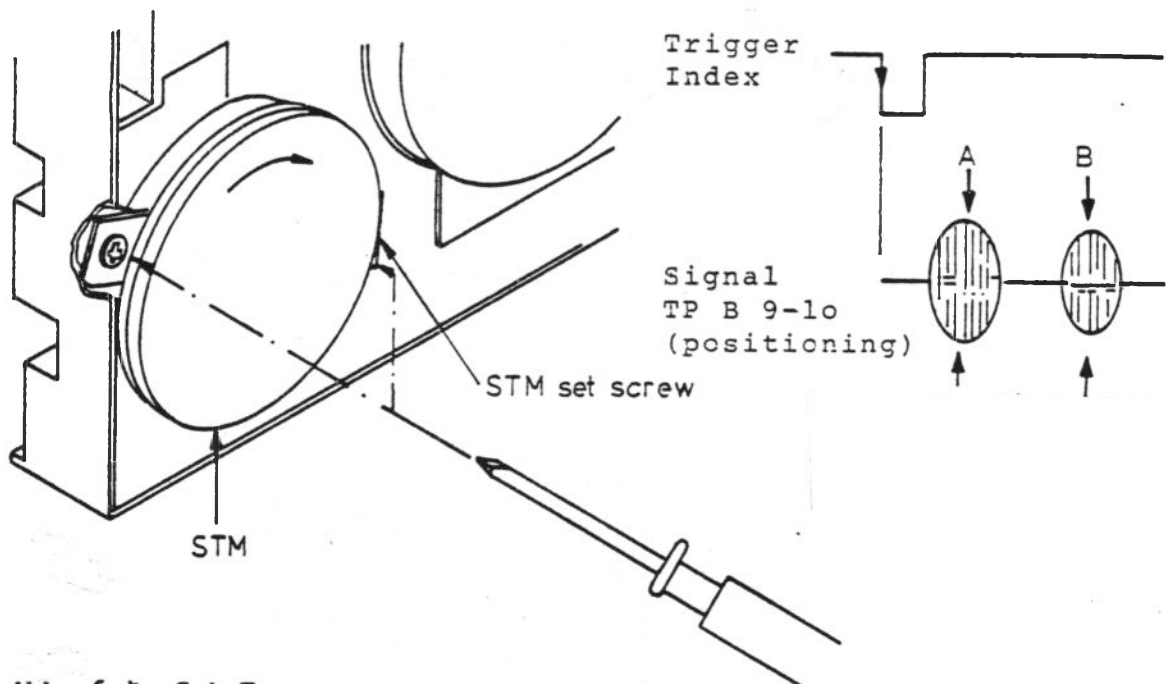

Abb. 6-4: Cat Eyes
3. Spur 00 bis 32 abtasten; an Testpunkt TPB9 und TPB10 im Read-Modus wie in Abb. 6-4 ablesen.
6. Zum Einstellen Schrauben lt. Abb. 6-4 lösen und den Steppermotor so verdrehen, bis die Soll-Daten erreicht werden.